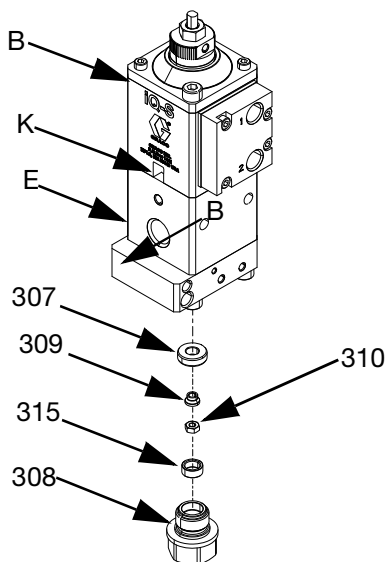

FIG. 10
3. Ao utilizar uma válvula snuff-back (iQ-S), tem de remover o bico snuff-back (309) para poder desligar a secção de ar (B) da secção do líquido (E). Consulte a FIG. 10.